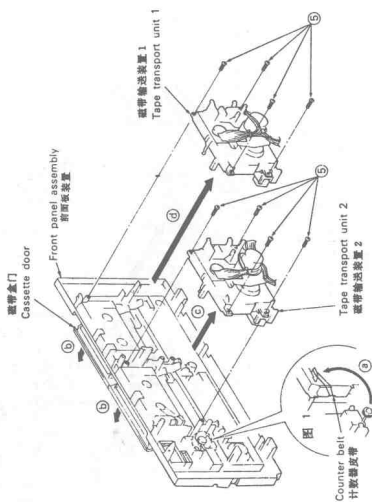

图 3-3
8. 打开磁带盒的门 (见图 3-3)。
9. 拆去 4 只个别的螺丝⑥。